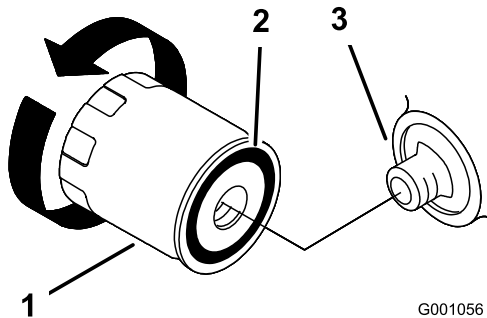

Figura 19
2. Retire el filtro usado y limpie con un paño la superficie de la junta del adaptador del filtro (Figura 19).
3. Aplique una capa fina de aceite nuevo a la junta de goma del filtro nuevo (Figura 19).
4. Instale el filtro de repuesto en el adaptador de filtro; gire el filtro en el sentido de las agujas del reloj hasta que la junta de goma entre en contacto con el adaptador del filtro, luego apriete el filtro de $\frac{2}{3}$ a 1 vuelta más (Figura 19).